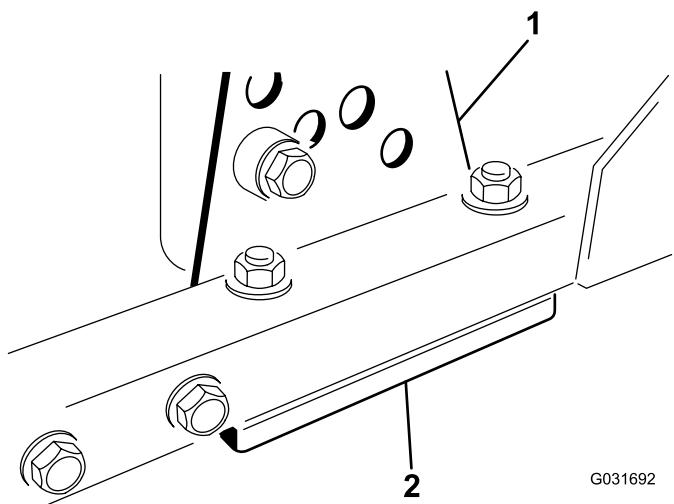

図 65
1. 刈り高ブラケット前、左、右のうち1つをデッキのフレームから外す図 65。
2. デッキフレームとブラケットとの間に厚さ 1.5 mm または 0.7 mm のシム、場合によってはこれらの両方を挿入して、希望する刈高を達成する 図 65。